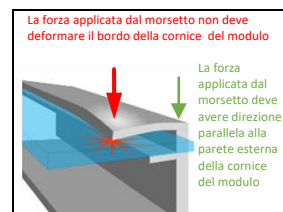

Figura 1 Forza applicata dal morsetto
- Morsetti o pinze a pressione:** montare il modulo con i morsetti sul lato più lungo della cornice del modulo. La mezzaria delle pinze deve essere ad una distanza dal lato corto del modulo compresa nel range di distanze indicate nella Appendice. Gli addetti all'installazione dovranno accertarsi che i morsetti siano sufficientemente resistenti da sopportare il massimo carico previsto sul modulo in fase di progettazione. I morsetti e le pinze a pressione non sono venduti da Maxeon. I morsetti o le pinze a pressione devono applicare una forza la cui direzione è parallela alla parete esterna della cornice del modulo e non solo al bordo superiore della telaio. I morsetti non devono applicare una forza eccessiva al telaio, piegare la parte superiore del telaio o essere in contatto con il vetro: queste pratiche annullano la garanzia del modulo e rischiano la rottura del telaio e del vetro. La figura 1 illustra la direzione della forza esercitata dai morsetti o le pinze a pressione.